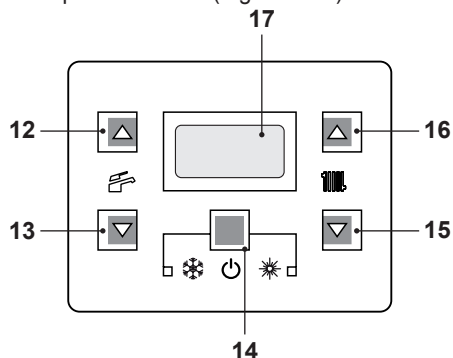
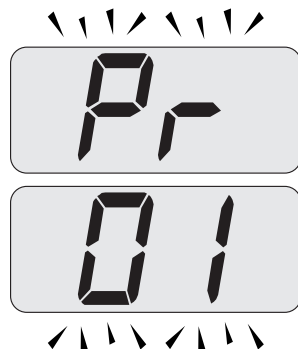

Figura 9.23
Figura 9.24
- Entrare in "modalità programmazione" premendo contemporaneamente per 10 secondi i tasti 14 - 15 - 16 (Figura 9.23) fino a far apparire sul display LCD le lettere **Pr** che si alternano con il codice **01** indicanti l'entrata nel "parametro 01" (Figura 9.24).
e 16 (Figura 9.23) fino a far apparire sul display LCD il valore del parametro 01 (Figura 9.25) (97=M261V.2025 SM/.. o 98=M261V.3035 SM/..).
- Premendo contemporaneamente i tasti 14 e 15 (Figura 9.23) si esce senza modificare il valore (ritorno alla lista parametri Figura 9.24)
- Premendo contemporaneamente per 10 secondi i tasti 14 - 15 - 16 (Figura 9.23) si esce dalla "modalità programmazione".